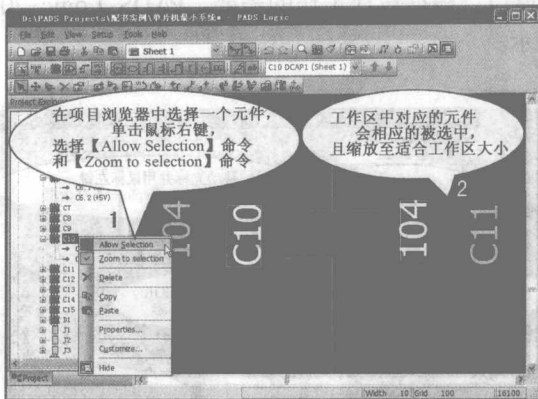

图 1-4-3 项目浏览器中选择对象
1) 在项目浏览器中选择一个对象 在项目浏览器中选择一个对象的操作方法如图 1-4-3 所示。